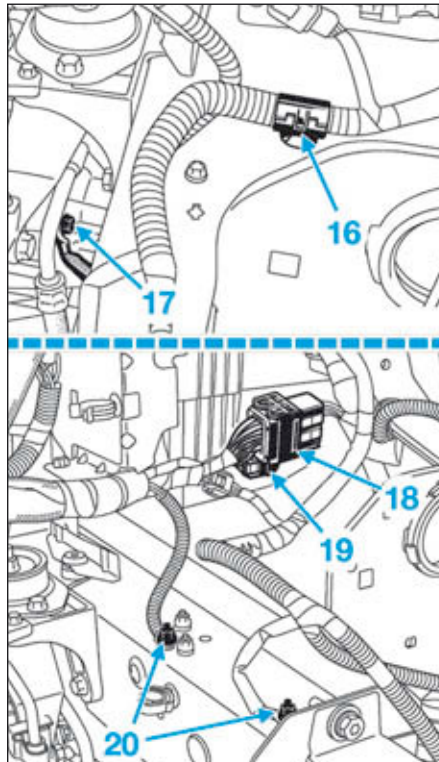
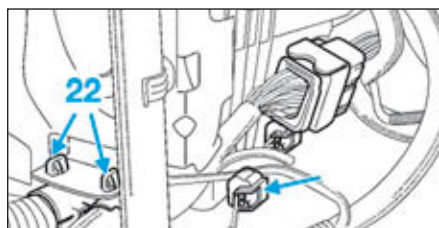
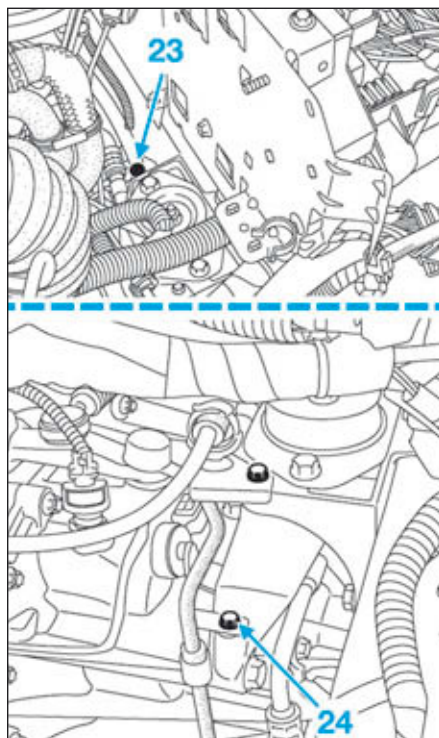

FIG.10
FIG.11
FIG.12
- Dégrafer le câblage en (16) (Fig.10).
- Déposer la vis (17) de la tresse de masse puis l'écarter.
- Dégrafer et débrancher les connecteurs électriques (18) et (19) du boîtier fusibles.
- Déposer les écrous de masse (20).
- Dégrafer du boîtier fusibles le connecteur (21) et le câblage moteur (22) (Fig.11).
- Débrancher le connecteur (21).
- Déposer les vis (23) et (24) (Fig.12) du tuyau de direction assistée puis celle sur le boîtier du filtre à huile.